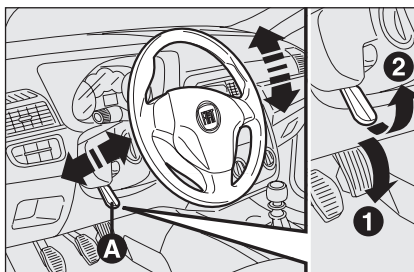

Abb. 27
- ☐ den Hebel **A-Abb. 27** entriegeln und nach vorn drücken (Position **1**);